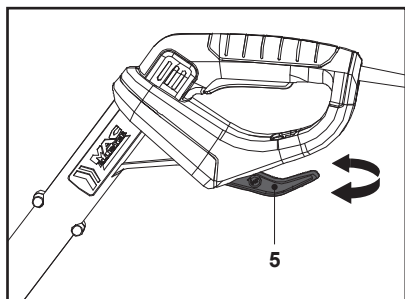

Fig. 29
3. Empuje el protector de plantas (13) si es necesario.
4. Gire la sujeción del cable (giratoria) (5) y asegúrese de que la punta de esta sujeción (giratoria) (5) esté orientada hacia detrás (Fig. 29).